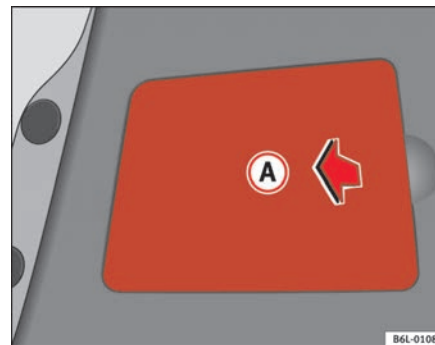

Fig. 153 Luz trasera en el capó
- Retire la cubierta de plástico (A) ⇒ página 235, fig. 153, introduzca el dedo en la hendidura y tire en el sentido de la flecha.